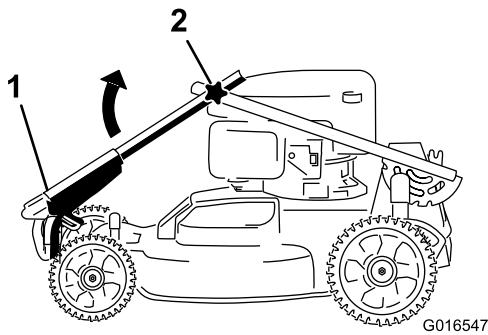
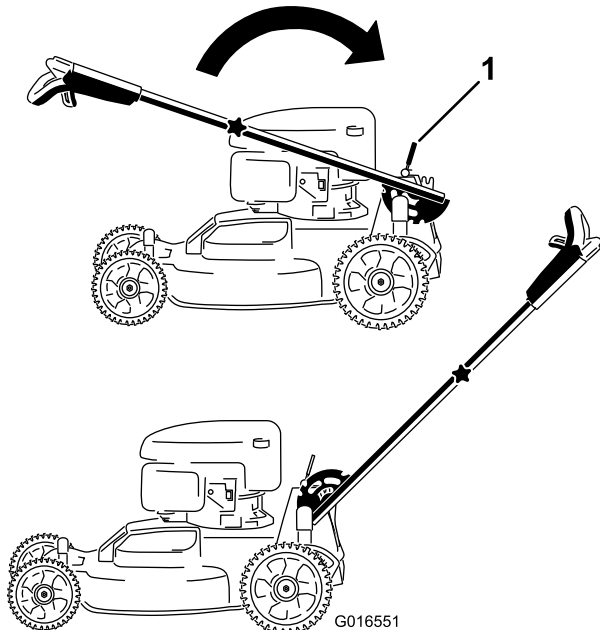

Bild 3
Bild 4
1. Drehen Sie den oberen Bügel so, dass er in den unteren Bügel eingesteckt ist (Bild 3); ziehen Sie die beiden Handräder an, um den oberen Bügel zu arretieren (Bild 4).
2. Lösen Sie den BÜgelarretierungsgriff (Bild 4).
3. Ziehen Sie den BÜgel nach hinten und arretieren ihn (Bild 4).